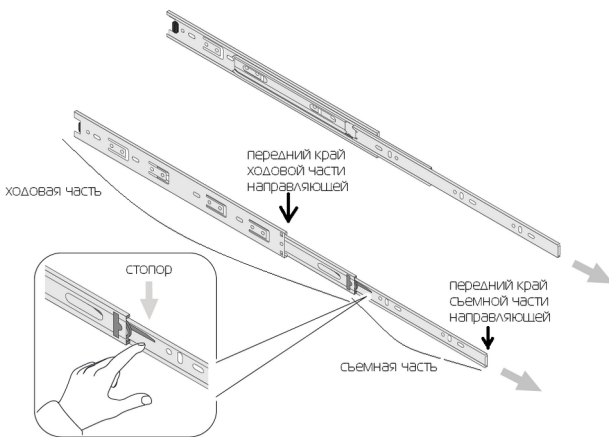

Рис.1 Схема направляющих
1. Прикрепить к боковинам (1,2) подпятники (25) гвоздями 1,6x25 (32) к торцам с нижней стороны на расстоянии 50мм от края.
2. Разъединить ходовую и съемную часть направляющих (27), нажав на пластиковый стопор, аккуратно вынуть съемную часть направляющих (рис.1). Установить при помощи саморезов 3,5x12 (29) ходовую часть направляющих (27) на боковину правую (1) и боковину левую (2) по разметке. Передний край ходовой части направляющей установить вровень с боковинами шкафа (1,2)
4. Соединить задние стенки (6) соединительным профилем (36). Выверить